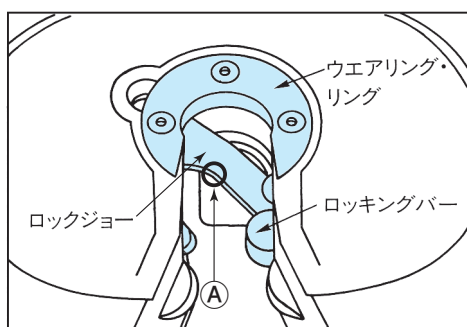

図 13
点検時にロックジョーが開いた状態から、閉じた状態にするには、一人の方が操作ハンドルをさらに一杯迄引き止めた状態で、もう一人の方がロックジョーの逆コの字形状の上の部分（図 13. ④部分）をハンマの柄等の、木部分で前側に一杯に押した状態で止めたまま、操作ハンドルをゆっくり戻すとロッキングバーが左に移動し、操作ハンドルにストップパが掛かりロックされ、ジョーが閉じられます。